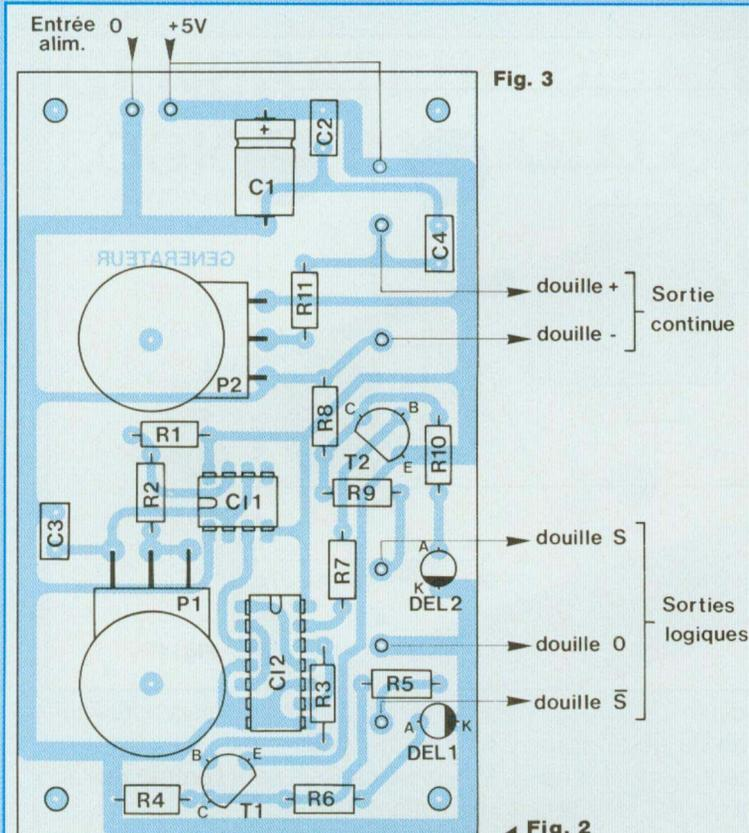
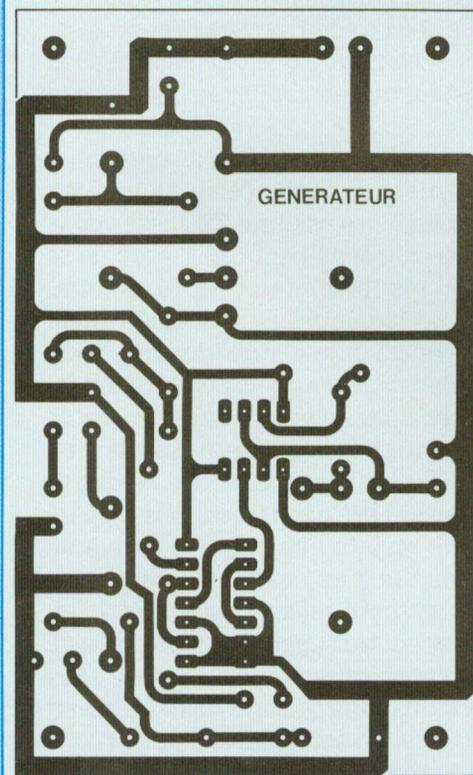

Fig. 3
Fig. 2
Tous les composants, y compris les potentiomètres P1 et P2, prennent place sur le circuit imprimé de la figure 2 où on aura, par agrandissements successifs, préparé les trous de 10 mm. La figure 3 et la photographie A, illustrent clairement la mise en place des composants.
- les deux diodes électroluminescentes, par collage (Araldite), en veillant à les orienter conformément au dessin de la figure 3.